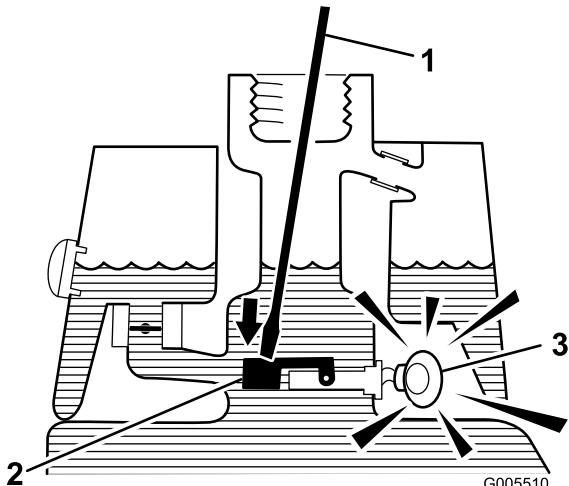

Figura 31
- Inserite nel collo del serbatoio un'asta o un cacciavite puliti, e premete con cautela l'interruttore galleggiante (Figura 31). Dopo un secondo dovrebbe scattare l'allarme.